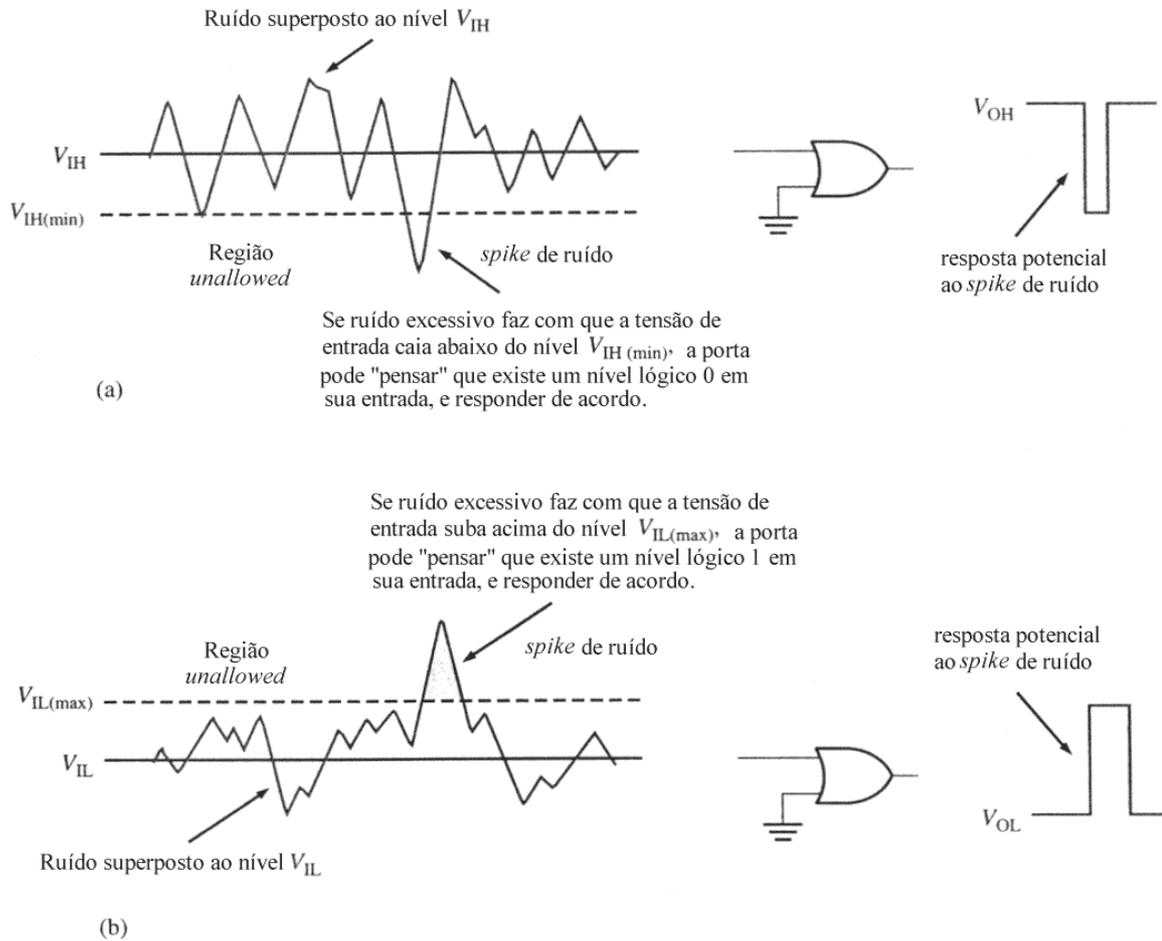

Figura 4: Efeito do ruído na entrada de uma porta lógica sobre a sua operação. É desejável que um CI tenha uma alta imunidade ao ruído eletromagnético.
- Em ambientes industriais é usual um alto nível de ruído eletromagnético. A Figura 4 ilustra o efeito do ruído na operação de uma porta lógica.